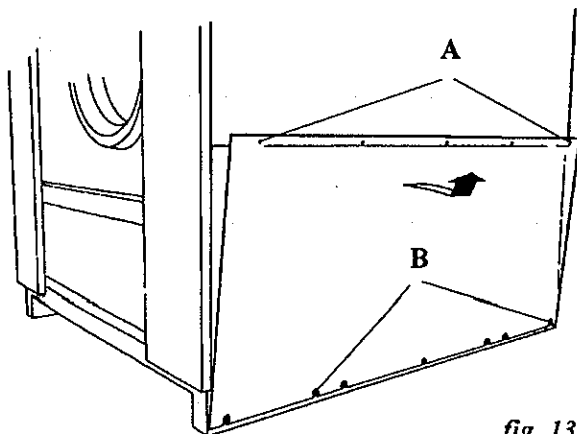

fig. 13
- Remove the screws securing the side guards at the top, loosen the screws holding the lower guard and remove them from the machine (*fig. 13/A,B*).
- Desmontar los tornillos de fijación de la parte superior de las tapas laterales, aflojar los tornillos de fijación de la parte inferior y separarlas de la máquina (*fig. 13/A,B*).
- Démontez les vis de fixation en haut des carter latéraux, desserrer les vis de fixation en bas et les séparer de la machine (*fig. 13/A,B*).